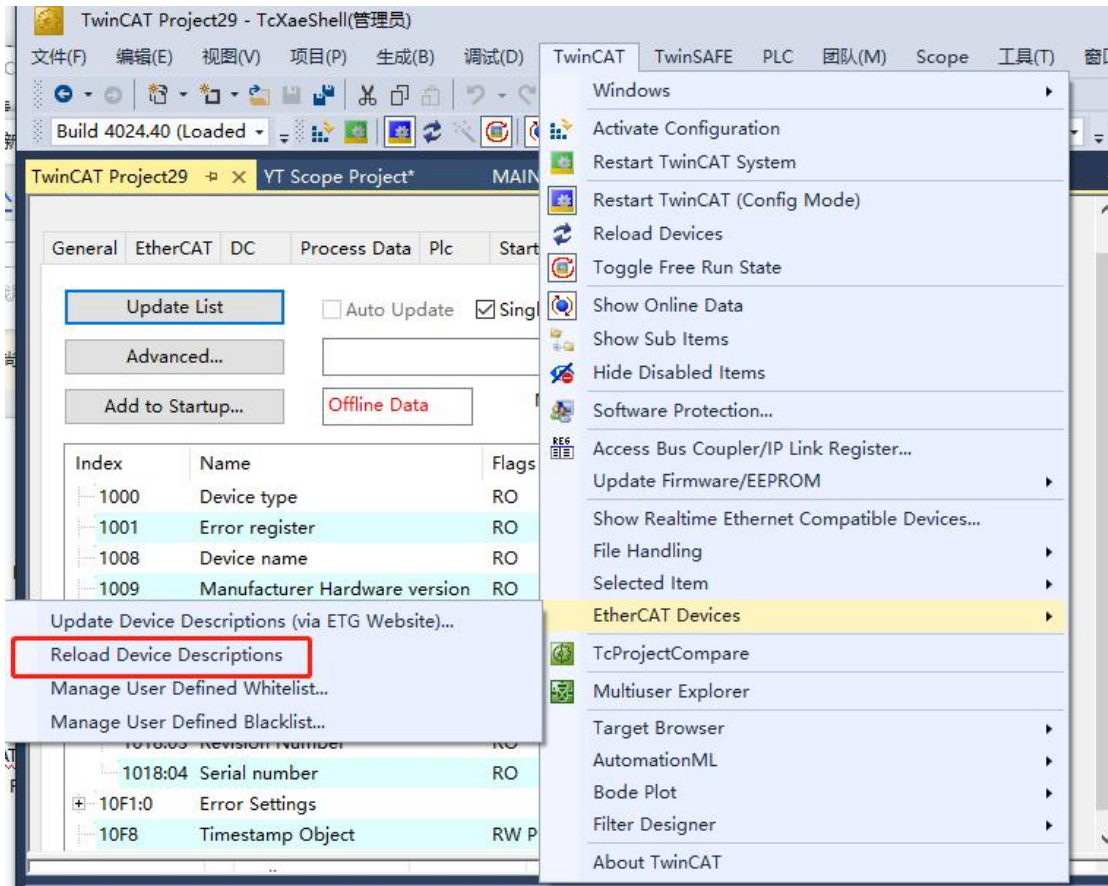

图 3
2) 如果对应版本固件的 xml 也修改了，则需更新新的 xml 文件，替换原来 C:\TwinCAT3.1\Config\Io\EtherCAT 路径下的 xml 文件。并在 TwinCAT 中点击 Reload Device Descriptions，如图 3 所示。随后重新移除从设备，从新扫描，即可通讯。